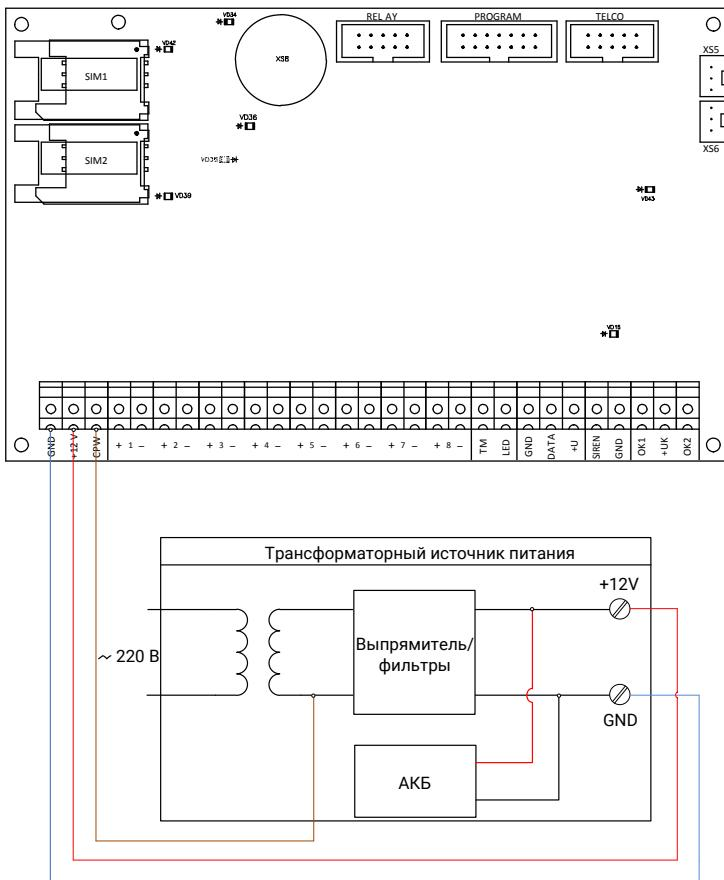

Рисунок 4. Схема подключения трансформаторного источника питания стороннего производителя
- При использовании трансформаторного источника питания - подключите клемму панели «CPW» ко вторичной обмотке трансформатора источника питания (см. рис. 4);